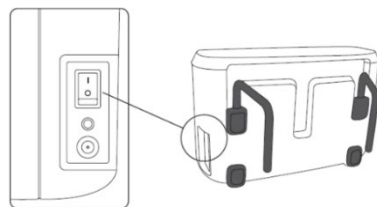

Figura 1. Interruptor de encendido/apagado.
1. Coloque el interruptor de encendido/apagado situado en el lateral de la unidad de control en la posición 1 (encendido). Ver Figura 1.